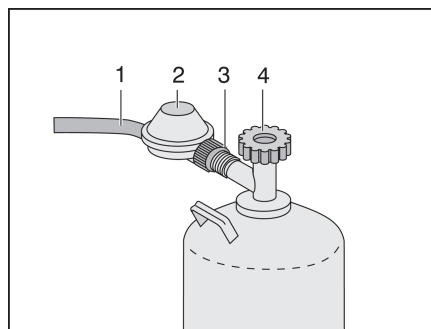

Fig. 66 Raccord bouteille de gaz
- Fermer le robinet principal (Figure 66,4) de la bouteille de gaz. Observer le sens de la flèche.
- Maintenir le régulateur de pression de gaz (Figure 66,2) et ouvrir l'écrou moleté (Figure 66,3) (filetage à gauche).
- Retirer le régulateur de pression du gaz avec la lyre (Figure 66,1) de la bouteille de gaz.
- Placer le régulateur du gaz (Figure 66,2) avec le flexible de gaz (Figure 66,1) sur la bouteille de gaz et serrer à fond l'écrou moleté (Figure 66,3) (filetage à gauche).